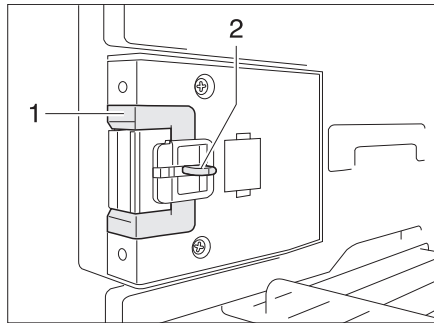
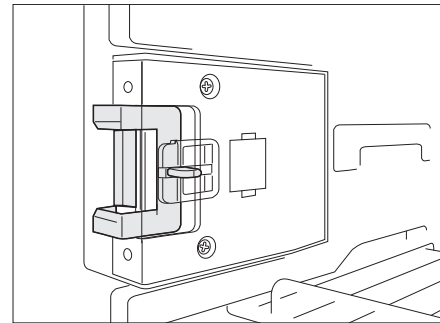

Fig. 140 Dispositif de fermeture en position normale
Fig. 141 Dispositif de fermeture en position de ventilation
- Appuyer sur le déverrouillage (Fig. 140,2).
- Pousser le dispositif de fermeture (Fig. 140,1) vers l'avant (Fig. 141).